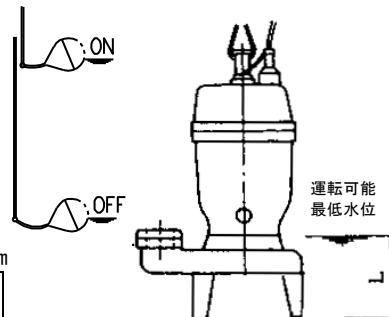

図 3
- 8) 非自動形ポンプ(DV2型)は、フロートによる自動運転装置が内蔵されていませんので、ポンプ[°]運転水位には十分注意してください。なお運転可能な最低水位付近で10分以上の連続運転で使用しますと、電動機内蔵のオートカットが作動しますのでご注意ください。必ず自動運転装置を図3の如く設け、空運転がないように停止水位を運転可能最低水位より高く設定してください。また、始動水位はポンプ[°]が完全に水没する水位より高く設定してください。